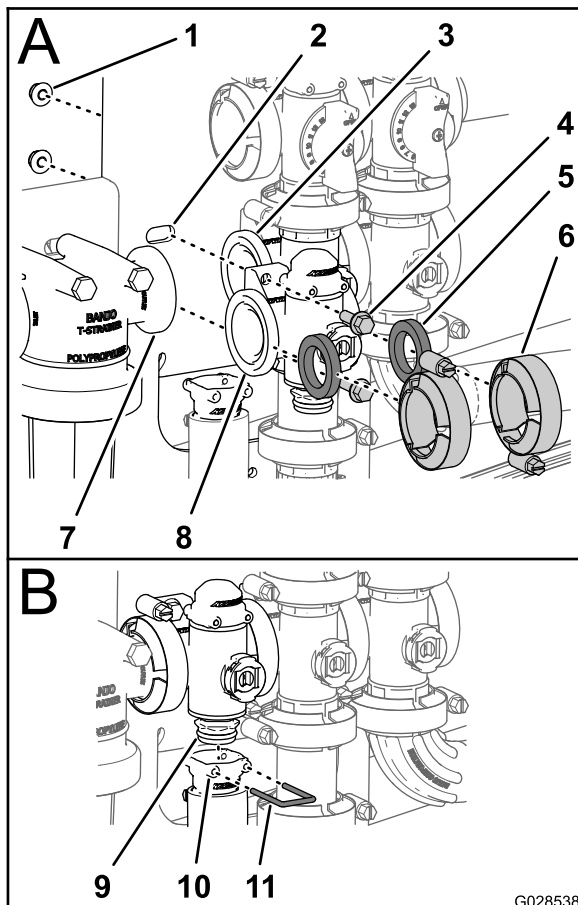

Figura 111
1. Alinhe uma junta entre as flanges do coletor da válvula de controlo de aplicação e a cabeça do filtro de pressão (A de Figura 111)
2. Monte o coletor da válvula de controlo de aplicação, junta e cabeça do filtro de pressão com uma braçadeira e aperte bem à mão (A de Figura 111).
3. Alinhe uma junta entre as flanges da válvula de controlo de aplicação e do coletor da válvula de controlo de aplicação (A de Figura 111).
4. Monte o coletor da válvula de controlo de aplicação, junta e coletor da válvula de agitação com uma braçadeira de flange e aperte bem à mão (A de Figura 111).
5. Monte a válvula de controlo de aplicação na montagem da válvula com dois parafusos de cabeça flangeada e duas porcas flangeadas (A de Figura 111) que removeu no passo 3 de Remoção da válvula do coletor do controlo de aplicação \(página 76\) e aperte a porca e parafuso com 10 a 12 N·m.
6. Monte a união de saída na união na parte inferior do coletor da válvula de controlo de aplicação (B de Figura 111).
7. Prenda a união de saída da união do tampão à união de saída ao inserir uma fixação na entrada da união de saída (B de Figura 111).